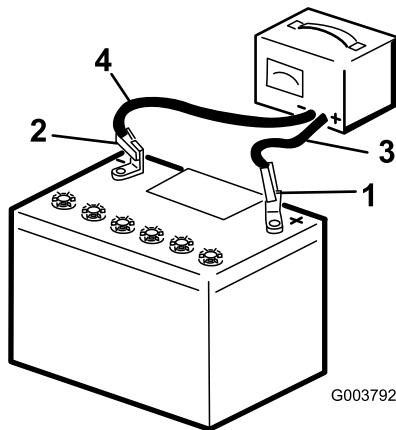

Figure 30
3. Chargez la batterie pendant 10 à 15 minutes entre 25 et 30 A, ou pendant 30 minutes entre 4 et 6 A. Ne chargez pas la batterie excessivement (Figure 30).
4. Quand la batterie est chargée au maximum, débranchez le chargeur de la prise, puis débranchez les fils du chargeur des bornes de la batterie (Figure 30).